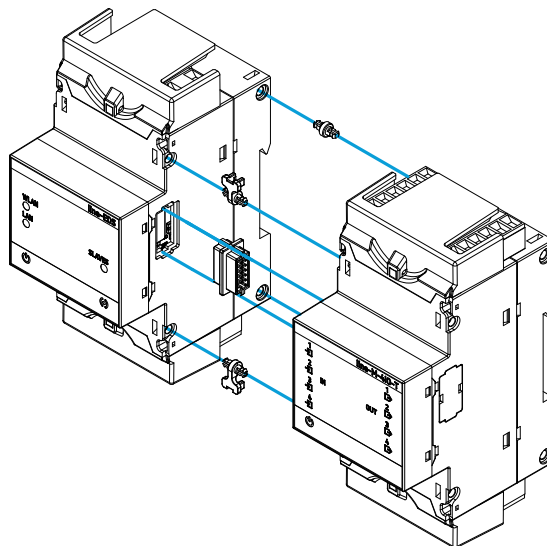

Figure 9: Installation étape 2.
2.- Insérez le connecteur d'extension et les clips de fixation dans l'un des appareils (Figure 9).